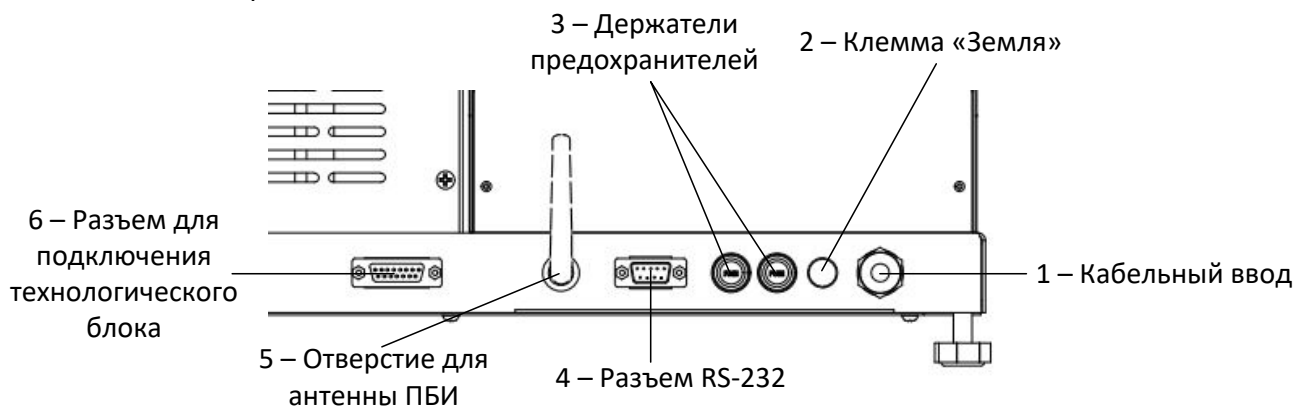

Рисунок 6 - Вид основания сзади
На задней стенке основания (рисунок 6) находятся: кабельный ввод 1 для шнура питания, клемма «Земля» 2 для заземления аппарата, держатели предохранителей 3, разъем RS-232 4, отверстие для антенны ПБИ 5 и разъем для подключения технологического блока 6.
3.1.3 Если аппарат эксплуатируется совместно с ПБИ¹, подключить к разъёму, установленному в отверстие для антенны ПБИ (рисунок 6 на странице 7), антенну из комплекта принадлежностей.
3.1.5 Клемму заземления (рисунок 6 на странице 7) подключить к внешней заземляющей шине.
- 5) аппарат должен быть заземлен через клемму заземления (рисунок 6 на странице 7);